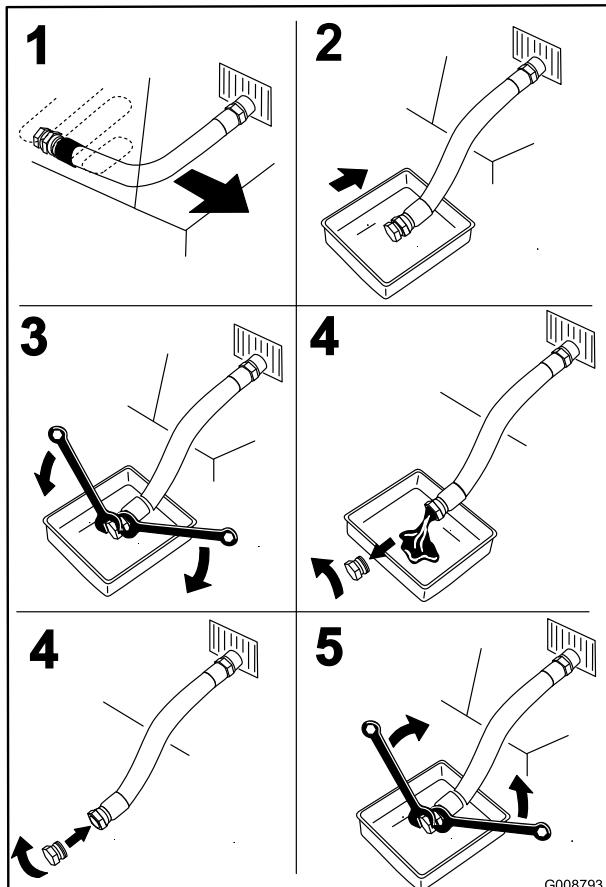

Figure 41
4. Vidangez et changez l'huile moteur (Figure 41).